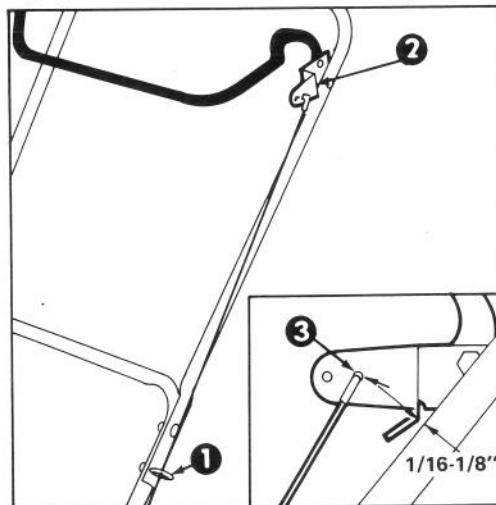

Figure 9
REGLAGE DE LA BARRE DE COMMANDE (Fig. 9 et 10)
2. VERIFICATION DU REGLAGE (Fig. 9) — Ramenez la barre de commande en arrière vers le mancheron jusqu'à ce que le câble soit de nouveau tendu. L'écartement entre le support de la barre de commande et le mancheron devrait être d'environ $1/16-1/8"$ (1,59 mm - 3,18 mm). Si le câble est trop lâche ou trop serré, procédez à l'étape 3 pour la procédure de réglage.